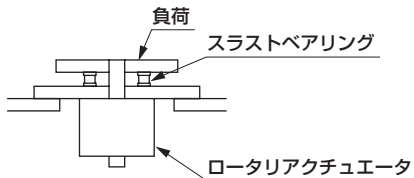

図1
- シャフトの軸方向への荷重（スラスト荷重）は作動不良の原因となるので軸方向荷重は加えないでください。避けられない場合は、図1のようにスラストベアリングを用いた構造にしてください。